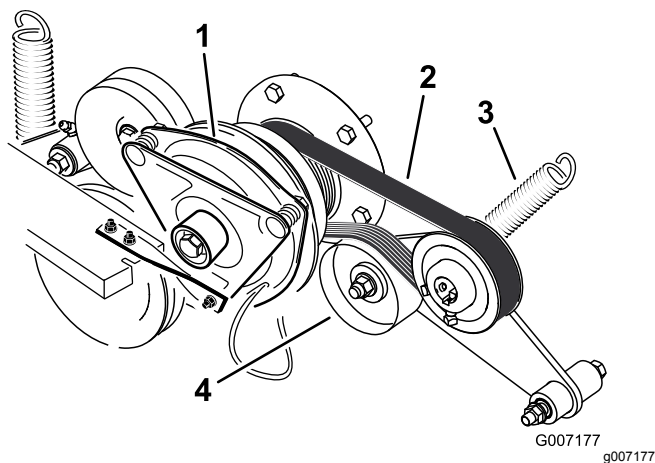

Bild 94
3. Entfernen Sie die Feder vom Spannarm (Bild 94).
4. Legen Sie einen neuen Riemen um die Riemenscheibe des Motors und der Hydraulikpumpe (Bild 94).
6. Haken Sie die Feder wieder in den Spannarm ein (Bild 94).